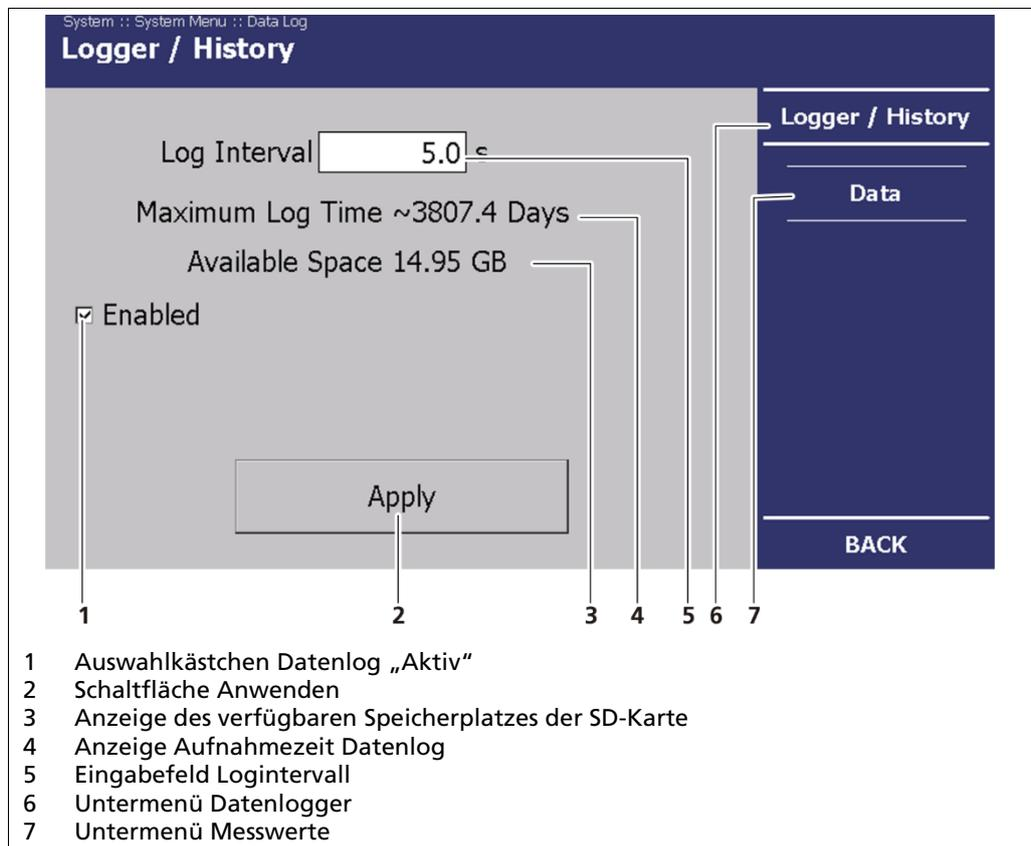

Abb. 34 Systemmenü, Datenlog – Datenlogger
2. Aktivieren Sie die Aufzeichnung des Datenlogs, indem Sie ein Häkchen im Auswahlkasten „Aktiv“ setzen (Abb. 34, Pos. 1).
3. Klicken Sie auf **<Anwenden>** um mit der Aufnahme des Datenlogs zu beginnen (Abb. 34, Pos. 2).
- ▶ Wenn das Häkchen (Abb. 34, Pos. 1) nicht auf „Aktiv“ gestellt ist, werden keine Logdaten auf der SD-Karte abgespeichert.
Logintervall	Zeigt den Intervall der Logdaten-Speicherung (Abb. 34, Pos. 5)
Maximale Zeitspanne	Zeigt die maximale Zeitspanne der Logdaten-Speicherung in Abhängigkeit zum eingestellten Logintervall und der Speicherkapazität der SD-Karte (Abb. 34, Pos. 4).
Verfügbare Speicher	Zeigt die freie Speicherkapazität der SD-Karte (Abb. 34, Pos. 3).